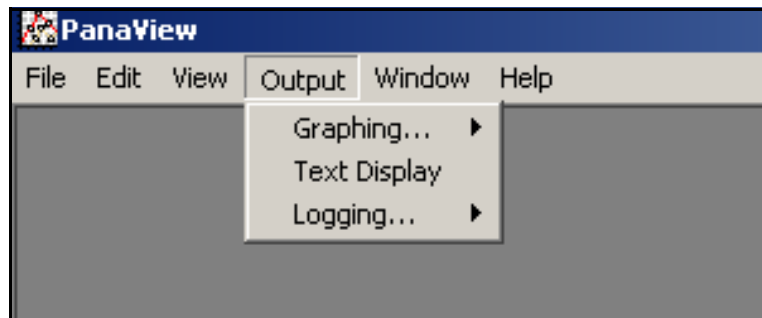

Figura 18: Menú Output
1. En PanaView, despliegue el menú *Output* (Salida) como se muestra en la Figura 18 y haga clic en la opción *Text Display* (Visualización de texto).